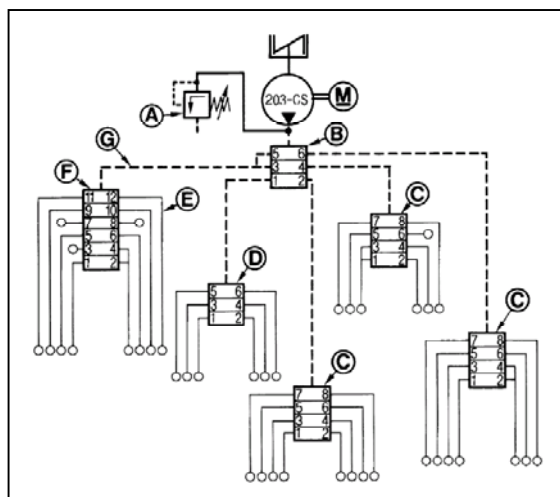

Рис.50 Пример отыскания неисправностей в системе смазки
- На главном распределителе (В, Рис.50) по отдельности отсоединить выпускные трубопроводы (поз. G). После появления смазки на выпуске, например выпуск 1 на В, нужно искать причину в вспомогательном распределителе D.